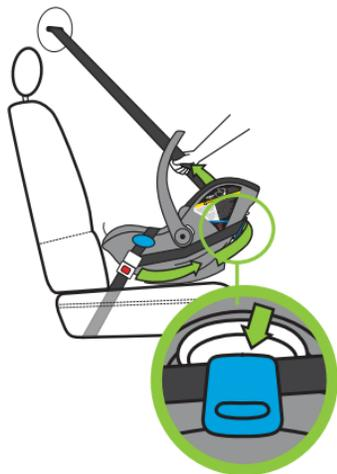

Figure 78
- Avec une main tenant fermement la ceinture d'épaule pour qu'elle ne se rétracte pas, enroulez-la autour de l'arrière du porte-bébé avec l'autre main et glissez la ceinture dans le guide bleu, comme illustré à la **Figure 78**.